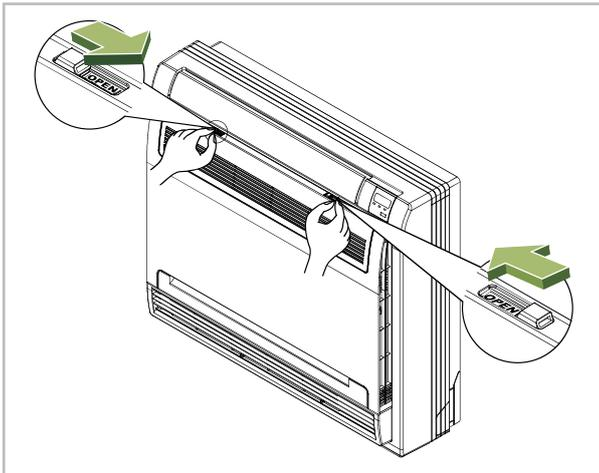

Abb. 7: Vorderwand öffnen
1. ➤ Gerät spannungslos schalten und Vorderwand öffnen (s. Abb. 7)